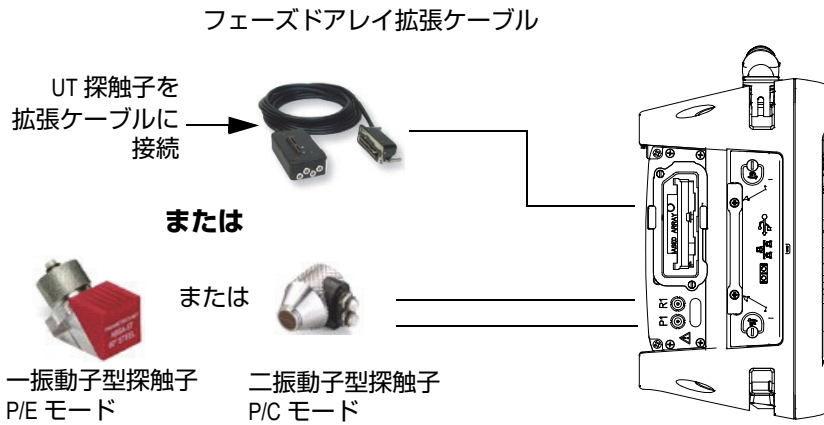

図 1-5 UT 探触子を接続するための必要要件
OmniScan MXU ソフトウェアは、フェイズドアレイ (PA) モードと一般の超音波 (UT) モードの両方を搭載しています。OmniScan MX2 の後部パネルに適切なモジュールを接続することによって、UT 探触子または PA プローブを使用することができます。26 ページの図 1-5 に示すように、UT 探触子を UT コネクターに接続します。ここでは、ピッチキャッチ (P/C) モード用の二振動子型探触子を使用します。また、UT 探触子をアダプター経由で PA コネクターに接続することもできます。